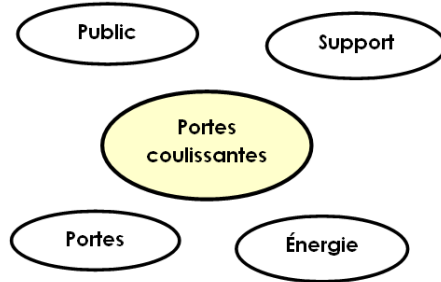

Figure 2
- 2- On considère le diagramme Pieuvre simplifié du système, qui recense un certain nombre d'éléments principaux de l'environnement du système qui sont en interaction avec lui. **Compléter** alors ce diagramme à la **figure 2** de la **page suivante**.